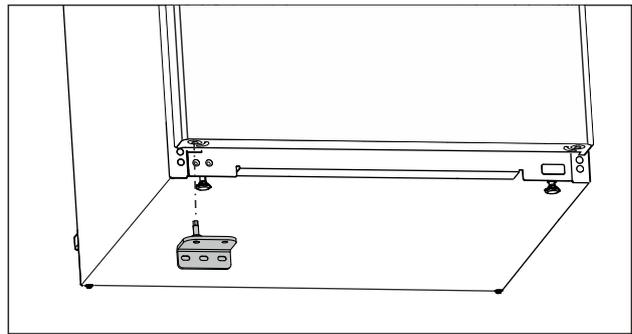

Fig. 20
- ▶ Unteren Lagerbock auf der Gegenseite einsetzen. (siehe *Fig. 20*)